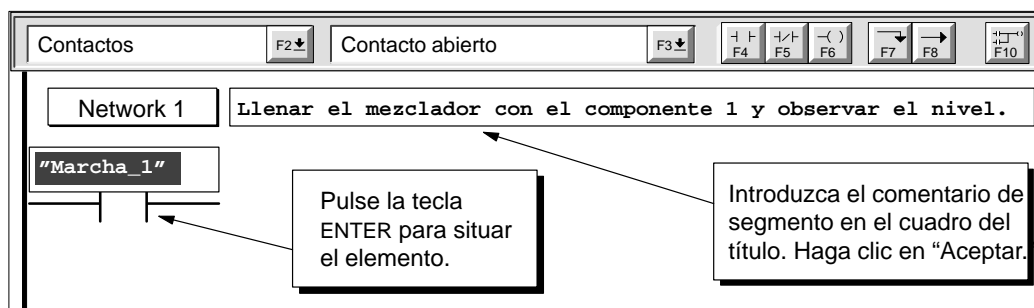

Figura 4-9 Introducir el comentario de segmento y el primer elemento KOP
1. Haga doble clic en el cuadro "Network" numerado o cerca del mismo para acceder al campo "Título" del editor de comentarios. Introduzca el comentario que muestra la figura 4-9 y haga clic en "Aceptar."